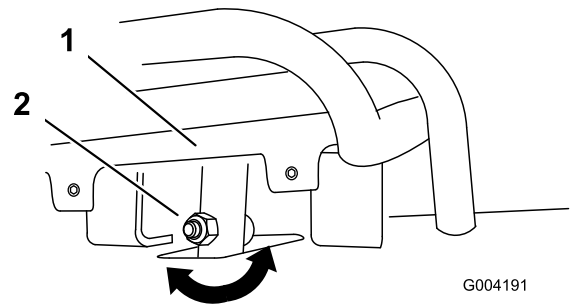
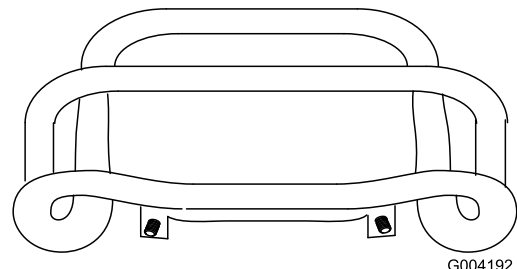

Bild 49
Bild 50
4. Wenn die Vorderseite des Fahrtriebs nicht bündig und gleichmäßig am Anschlagbügel bleibt, lösen Sie die Mutter im Schaft des Fahrtriebs (Bild 49).
5. Stellen Sie den Fahrtrieb so ein, dass er bündig am Anschlagbügel bleibt, wenn er gerade nach hinten gezogen wird (Bild 49 und Bild 50).
- C. Lösen Sie die Bundmutter und die Schraube im Fahrtriebsschaft (Bild 49).
I. Stellen Sie den Fahrtrieb so ein, dass er bündig am Anschlagbügel bleibt, wenn er gerade nach hinten gezogen wird (Bild 49 und Bild 50).